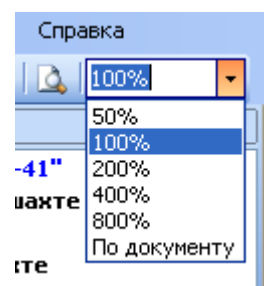

Рисунок 5 – Список выбора масштаба
- при помощи раскрывающегося списка на панели инструментов (рисунок 5);